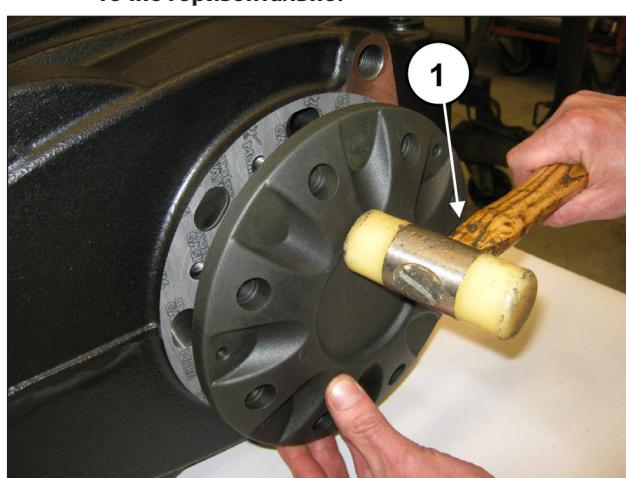

Рис. 59
Установите крышку подшипника (с соответствующим уплотнением) с помощью ударной массы (поз. ①, Рис. 59).